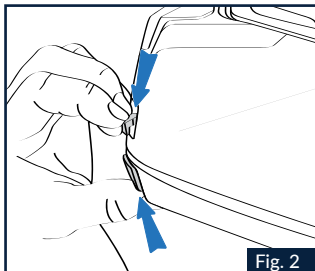

Fig. 2
1.2 Den Zeigefinger auf den Öffnungshebel legen und diesen nach unten drücken, um das Kinnteil zu entriegeln (Abb.2).